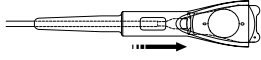

Fig. 13
7. Enfoncer la pince dans la cartouche jusqu'à ce que les mâchoires soient presque au contact du bord le plus en avant de la lentille ICL ou TICL. (Fig. 13)